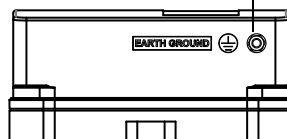

Fig. 1b
2. Conecte un extremo del cable de conexión a tierra a CONEXIÓN A TIERRA (consulte la Fig. 1b) y el otro extremo a una ubicación de conexión a tierra apropiada.